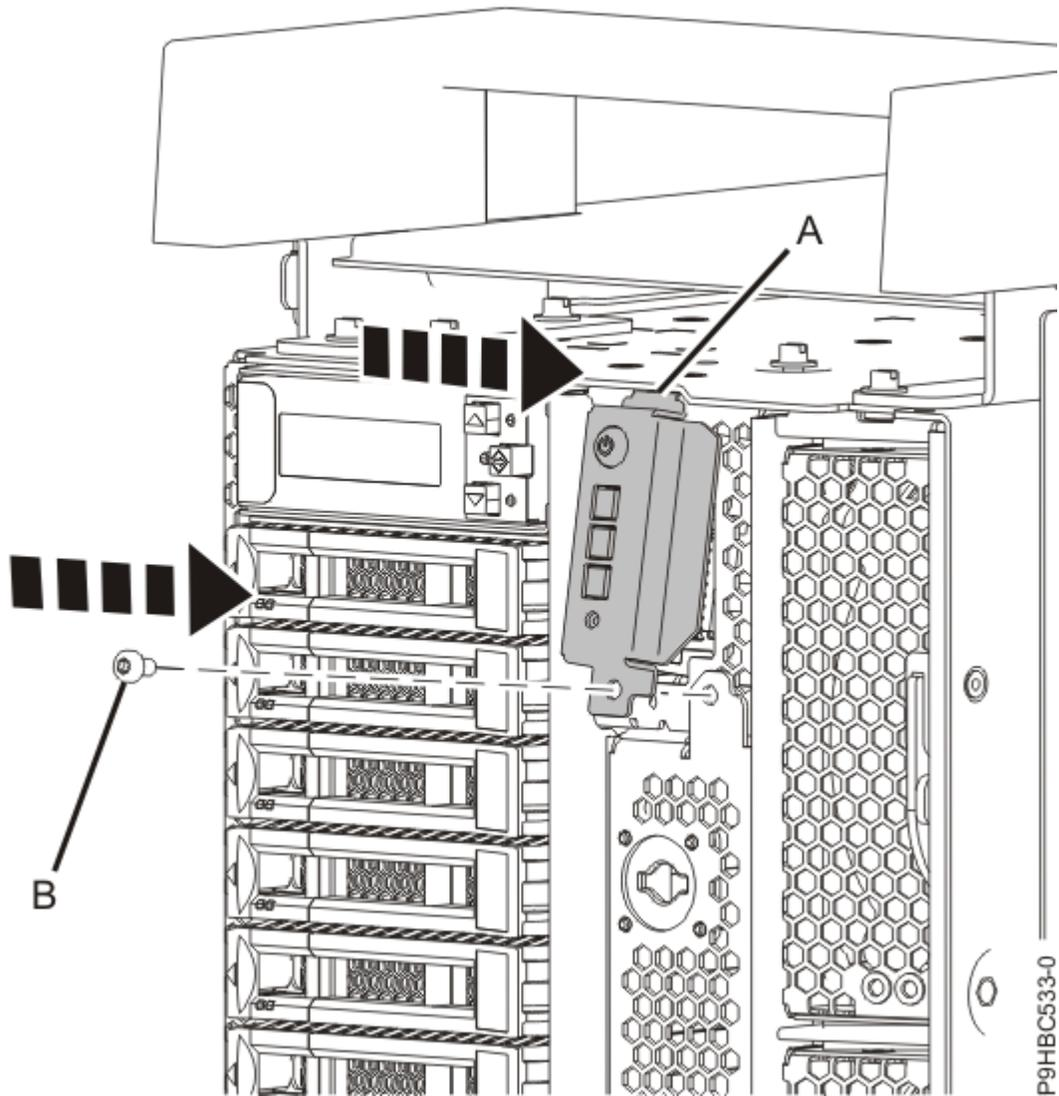

Abbildung 26. Steuerkonsole bei einem Standalone-System befestigen
- b) Drehen Sie die Steuerkonsole nach oben, um die obere Lasche **(A)** zu befestigen (siehe Abbildung 26 auf Seite 28). Tauschen Sie anschließend die Schraube **(B)** aus, mit der die Steuerkonsole am System befestigt ist.